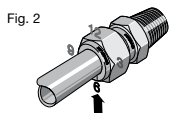

Fig. 2
2. Marque la tuerca en la posición de las 6 en punto. *Fig. 2.*